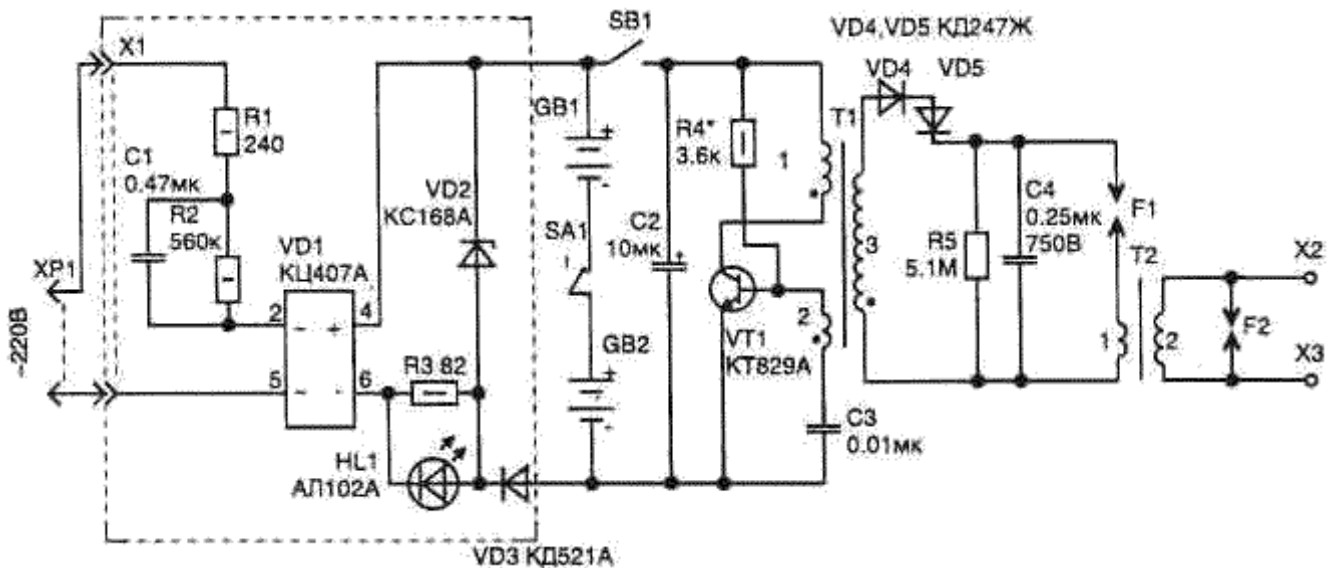

Рис. 1. Электрическая схема.
В схеме устройства, рис. 1. на транзисторе VT1 и трансформаторе T1 собран импульсный преобразователь напряжения. Автогенератор работает на частоте 30 кГц. и во вторичной обмотке (3) трансформатора T1 после выпрямления диодами на конденсаторе C4 выделяется постоянное напряжение около 800...1000 В. Второй трансформатор (T2) позволяет еще повысить напряжение до нужной величины. Работает он в импульсном режиме. Это обеспечивается регулировкой зазора в разряднике F1 так, чтобы пробой воздуха происходил при напряжении 600...750 В. Как только напряжение на конденсаторе C4 (в процессе заряда достигнет этой величины, разряд конденсатора проходит через F1 и первичную обмотку T2.